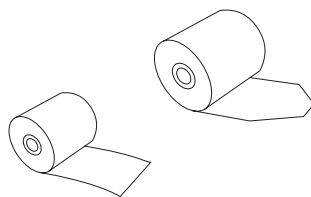

图3-8 纸端式样
- 2、拿新纸卷并将纸端打开，最好剪平或剪成V字形，如图3-8所示。